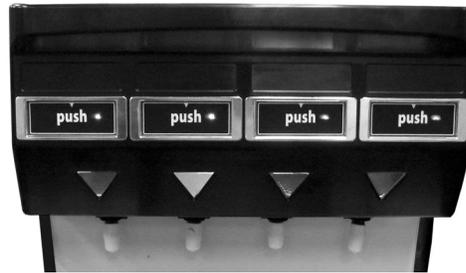

Figura 4. Botones despachadores
2. Cierre la puerta. Oprima y mantenga oprimido el botón despachador (Figura 4) hasta que empiece fluir agua limpia de la boquilla despachadora.